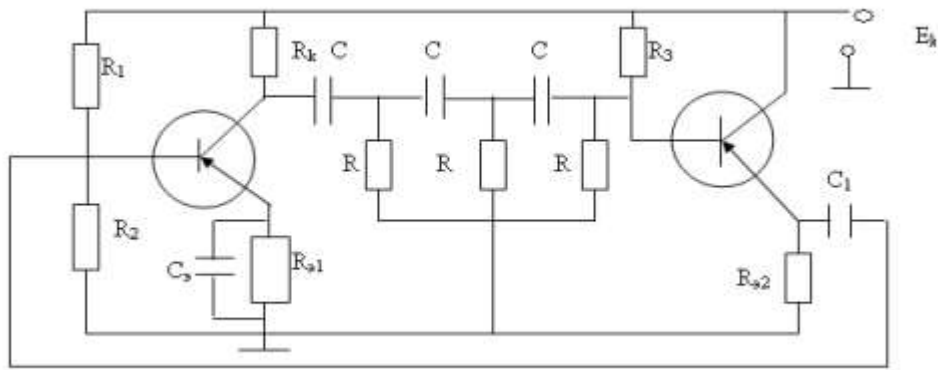

Рис. 11.1. RC-генератор
2. Объясните рисунок 11.1 с электронной точки зрения.